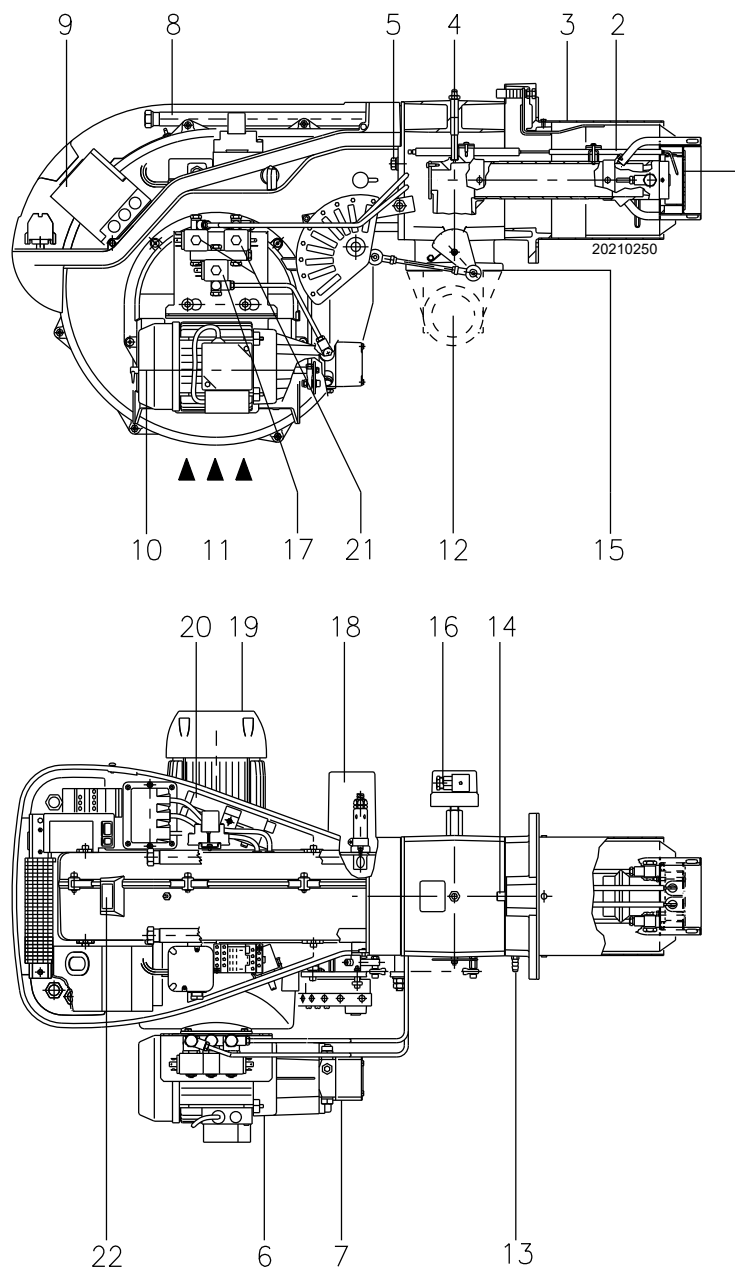

Abb. 5
**Geräteabschaltung:** Das Aufleuchten der Taste des Steuergerätes 9)(Abb. 5 auf Seite 12) weist auf eine Störabschaltung des Brenners hin. Zur Entriegelung die Taste drücken.